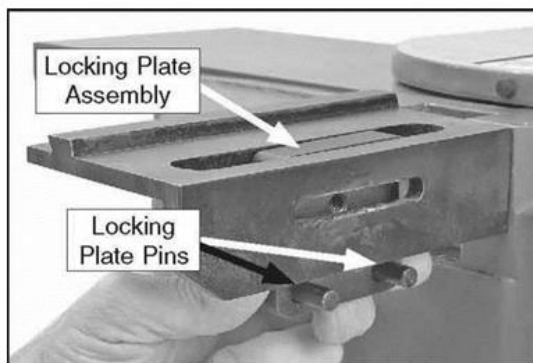

Рисунок 12. Установка фиксирующей пластины.
2. Вставьте фиксирующую пластину в опору параллельного упора, расположив ее так, чтобы оба штифта упирались в нижний край опоры параллельного упора (см. рисунок 12).